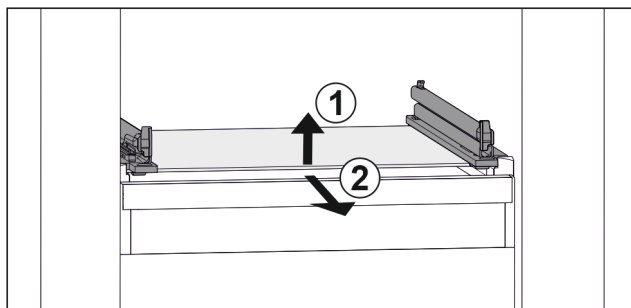

Fig. 137 Vejledende visning af glaspladen
- ▶ Løft glaspladen foran. Fig. 137 (1)
- ▶ Tag glaspladen ud fremefter. Fig. 137 (2)